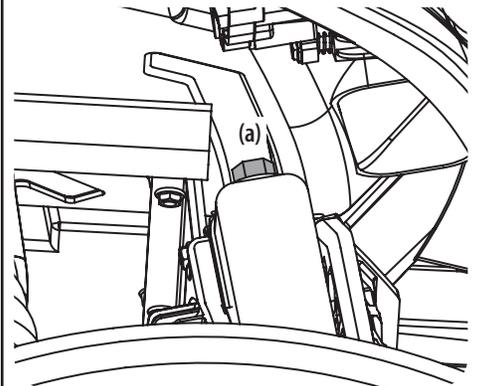

Figure 5-23
2. Retirez la vis de purge (a) du radiateur, remplissez le radiateur de liquide et remplacez la vis de purge (a) lorsque le liquide sort du trou de la vis. Vous pouvez avoir accès à la vis de purge par l'aile de la roue avant droite. Voir Figure 5-23.